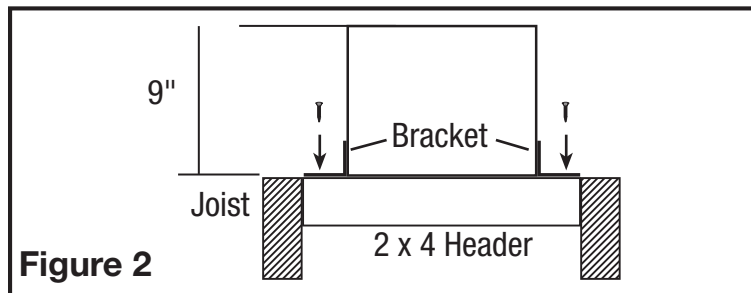

Figure 2
- Montage sur une solive:** Installez deux - 2 x 4 embases (non inclus) entre les solives. Positionnez le boîtier du ventilateur sur les embases et fixez les supports de montage à l'aide des vis (non inclus) (**Figure 2**).